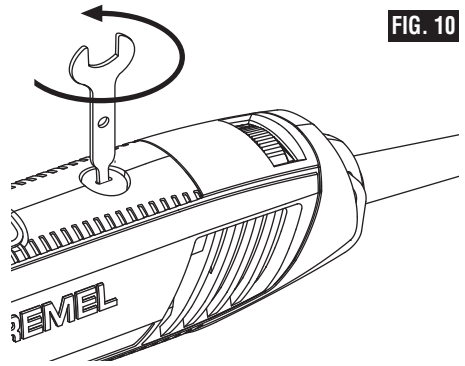

FIG. 10
1. Con el cordón de energía desenchufado, coloque la herramienta sobre una superficie limpia. Use la llave de tuerca de la herramienta como destornillador para quitar las tapas de las escobillas girando en sentido contrario al de las agujas del reloj (Fig. 10).